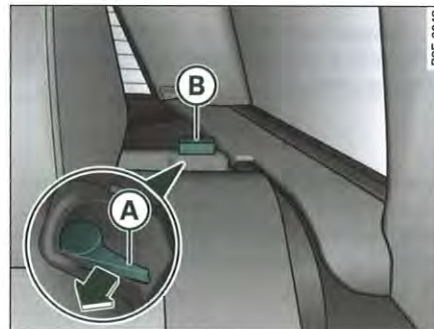

Fig. 111 Levier de déverrouillage du dossier
- Poussez le levier de déverrouillage (A) ⇒ fig. 111 dans le sens de la flèche.